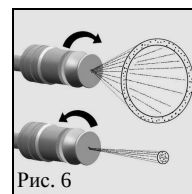

Рис. 6
Распылители 10РТЕС и 10РТСС снабжены ручным регулятором давления и имеет регулируемую конусную форсунку (928) (рис. 6). Для изменения давления вращайте рукоятку регулятора; вращая по часовой стрелке вы увеличиваете давление, против часовой уменьшаете.